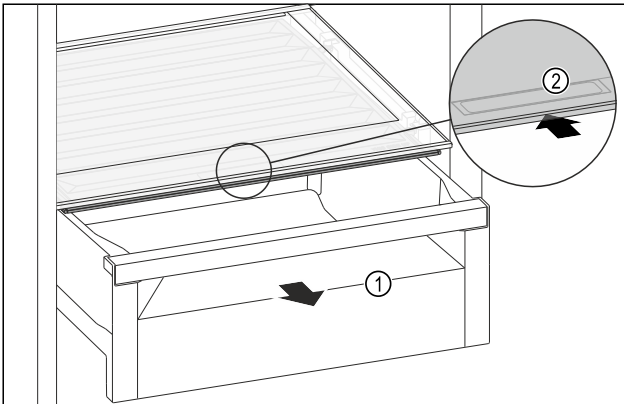

Fig. 86
- Schubfach Fig. 86 (1) herausziehen.
- Griffmulde Fig. 86 (2) am Fachdeckel anfassen und Fachdeckel gleichzeitig nach hinten schieben.